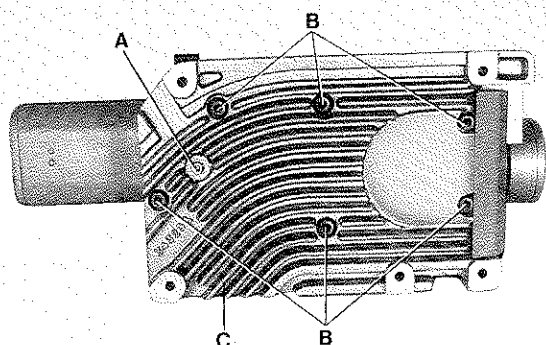
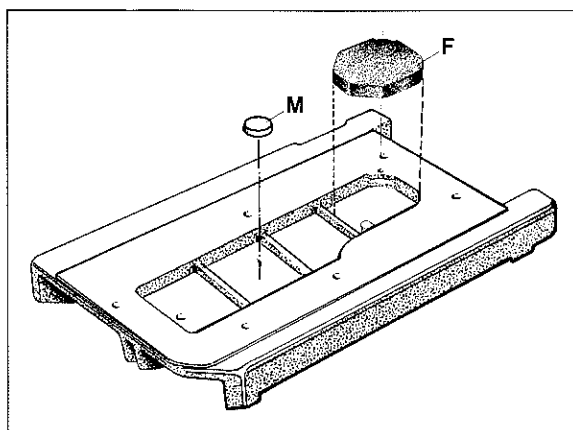

Fig. 6
Fig. 7
1. Drain the oil at plug screw (A, Fig. 6) in the bottom cover of the machine.
2. Unscrew the six screws (B, Fig. 6) for the bottom cover (C) and remove bottom cover and gasket.
3. Remove the magnet (M, Fig. 7), which accumulates metallic foreign materials, from the second oil sump chamber from the left in the bottom cover and clean it.
4. Remove the filter (F, Fig. 7) from the right oil sump chamber in the bottom cover and clean it in petroleum, or replace it by a new one (part No. 999-254 J).
6. Insert plug screw (A, Fig. 6) in the bottom cover, place the magnet (M, Fig. 7) in the second from the left and the filter (F, Fig. 7) in the right oil sump chamber.
7. Remount bottom cover with gasket. Make sure that the surfaces on machine bed and bottom cover for the gasket are absolutely clean! Torque the six screws (B, Fig. 6) carefully to 22,6 - 23,1 Nm (200 - 205 in.lbs.).
1. Lassen Sie das Öl an der Verschußschraube (A, Fig. 6) in der Grundplatte der Maschine ab.
2. Entfernen Sie die sechs Befestigungsschrauben (B, Fig. 6) für die Grundplatte (C) und nehmen Sie Grundplatte und Dichtung ab.
3. Nehmen Sie den Magneten (M, Fig. 7), der die Aufgabe hat, metallische Fremdkörper anzuziehen, aus der zweiten Ölsumpfkammer von links in der Grundplatte und reinigen Sie ihn.
4. Nehmen Sie den Filter (F, Fig. 7) aus der rechten Ölsumpfkammer der Grundplatte und reinigen Sie ihn in Petroleum, oder verwenden Sie einen neuen Filter (Teil Nr. 999-254 J).
6. Drehen Sie die Verschußschraube (A, Fig. 6) in die Grundplatte, legen Sie den Magneten (M, Fig. 7) in die zweite von links und den Filter (F, Fig. 7) in die rechte Ölsumpfkammer.
7. Montieren Sie die Grundplatte mit Dichtung wieder. Beachten Sie, daß die Auflageflächen für die Dichtung, am Gehäuse und an der Grundplatte, absolut sauber sein müssen! Ziehen Sie die sechs Befestigungsschrauben (B, Fig. 6) mit einem Drehmoment von 22,6 bis 23,1 Nm sorgfältig an.